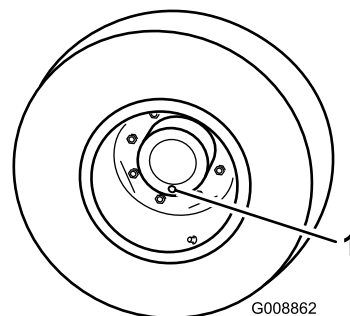

Рисунок 66
1. Поставив машину на ровную поверхность, расположите колесо так, чтобы одна контрольная пробка находилась в самом нижнем положении («6 часов») (Рисунок 66).